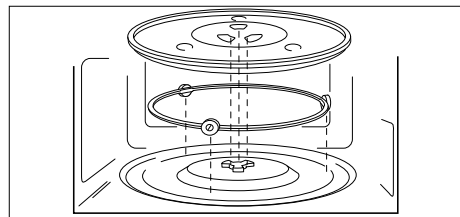

Fig. 4 – Colocación del plato giratorio de cristal
- ▶ Introduzca el aro giratorio en la cavidad del espacio de cocción y, a continuación, coloque el plato giratorio de cristal centrado en el eje de accionamiento (véase «Fig. 4 – Colocación del plato giratorio de cristal») de modo que las barras del plato giratorio se sitúen entre las hojas del eje de accionamiento.